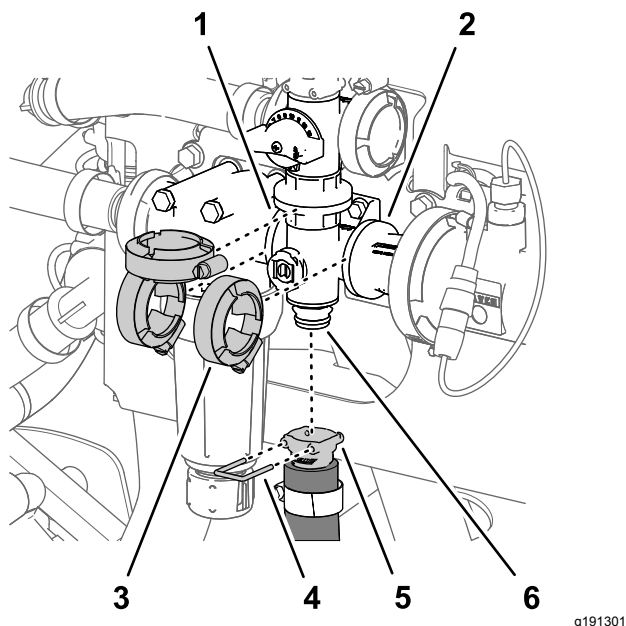

Figura 121
- Alinhe a flange do coletor da válvula de agitação e 3 juntas com as flanges da válvula de distribuição da agitação, a cabeça do filtro de pressão e o adaptador do acoplamento (Figura 120 e Figura 121).
2. Prenda sem apertar o coletor da válvula de agitação à válvula de distribuição da agitação, à cabeça do filtro de pressão e ao adaptador do acoplamento (Figura 121) com as 3 braçadeiras da flange que retirou em Remoção da válvula do coletor de agitação (página 84).
5. Aperte as 3 braçadeiras da flange à mão (Figura 121).
6. Monte o acoplador de ligação rápida do tubo de agitação na união de ligação rápida do coletor da válvula de agitação com o pino de ligação rápida (Figura 121).